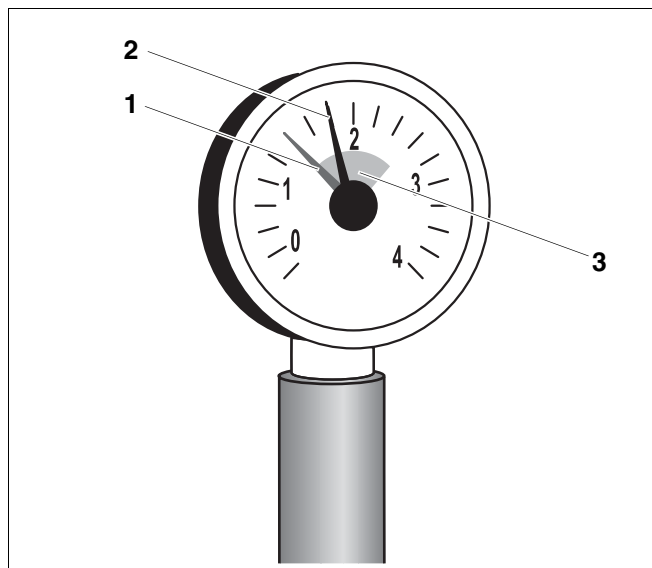

Fig. 4 Manometro per impianti di riscaldamento chiusi
In caso di impianti chiusi l'indicatore del manometro (fig. 4, **pos. 2**) deve trovarsi all'interno del campo verde (fig. 4, **pos. 3**). La lancetta rossa (fig. 4, **pos. 1**) del manometro deve essere regolata sulla pressione necessaria per l'impianto di riscaldamento.
- Se l'indicatore del manometro (fig. 4, **pos. 2**) si trova sotto il campo verde (fig. 4, **pos. 3**), la pressione dell'acqua è troppo bassa. Riempite l'impianto di riscaldamento con acqua di rabbocco (vedi capitolo 3 "Utilizzare la giusta acqua di riempimento e rabbocco", pagina 7).